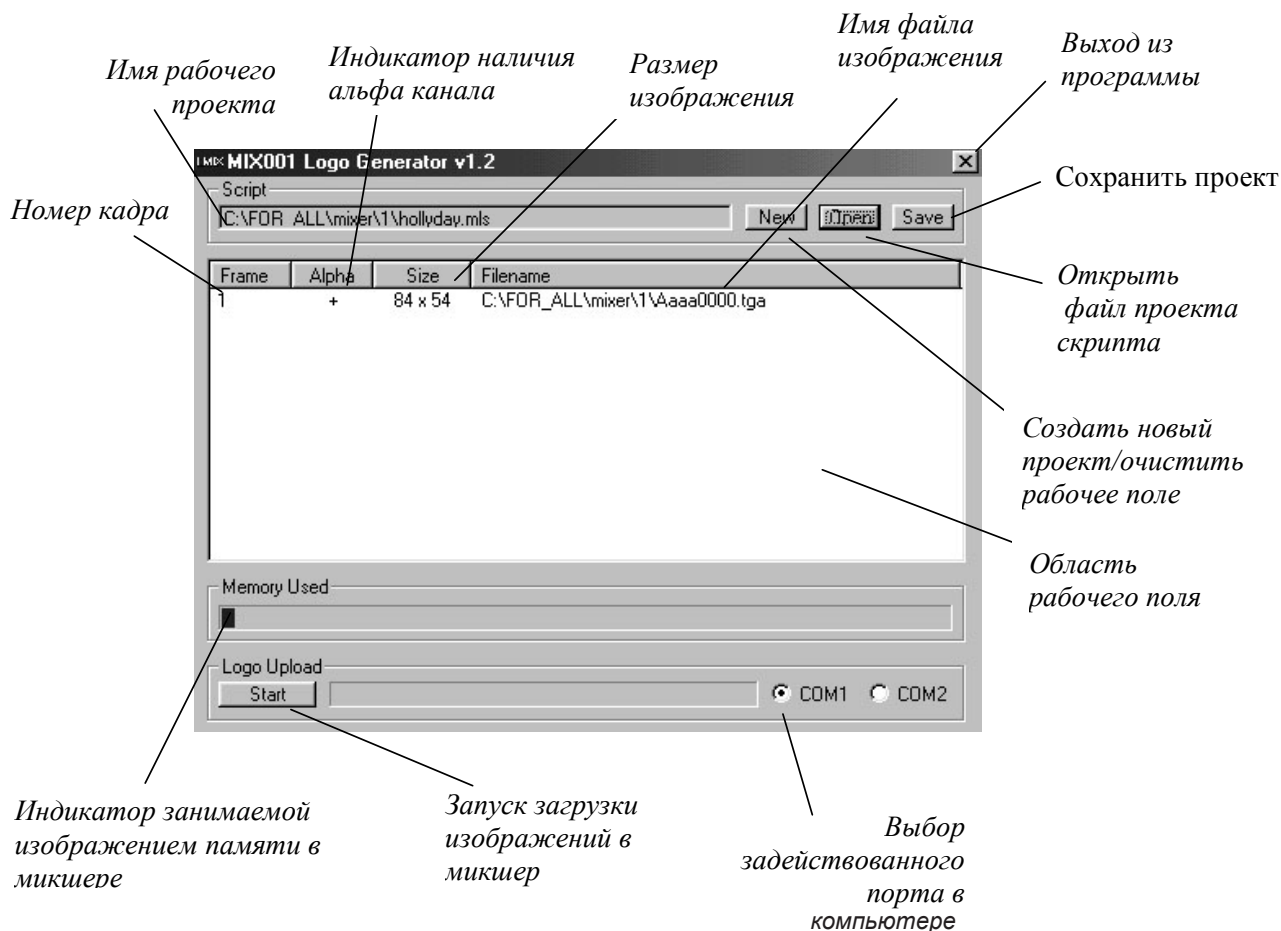

Рис.18 – Рабочее окно программы Logo Generator
1. Для запуска программы дважды щелкните указателем «мыши» (левой кнопкой) на значке программы logo.exe. Появится рабочее окно (см рис. 18)